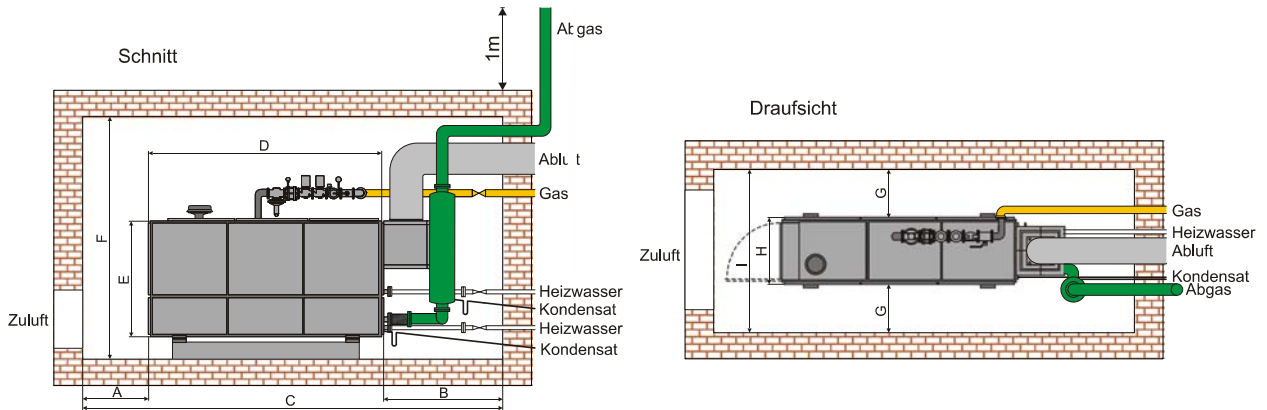

Abb. 6 Musteraufstellpläne – Darstellung ohne Armaturen und Sicherheitstechnik (Maße in mm)
- Zur Bedienung und Wartung ist ein lichter unverbaubarer Abstand gemäß Aufstellplan S. 27 Abb. 6 freizuhalten.